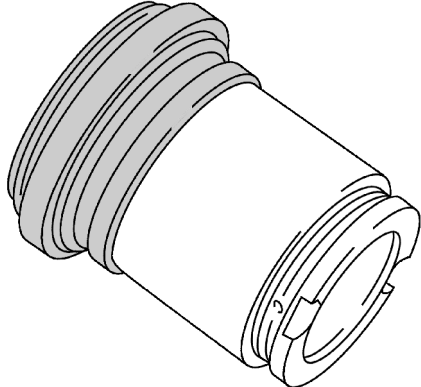

图 3-2-50 在活塞和密封圈上涂一层薄薄的装配膏
(2) 安装护罩时将外密封唇套到活塞上。
(3) 装入前在活塞和密封圈上涂一层薄薄的装配膏，如图 3-2-50 所示。